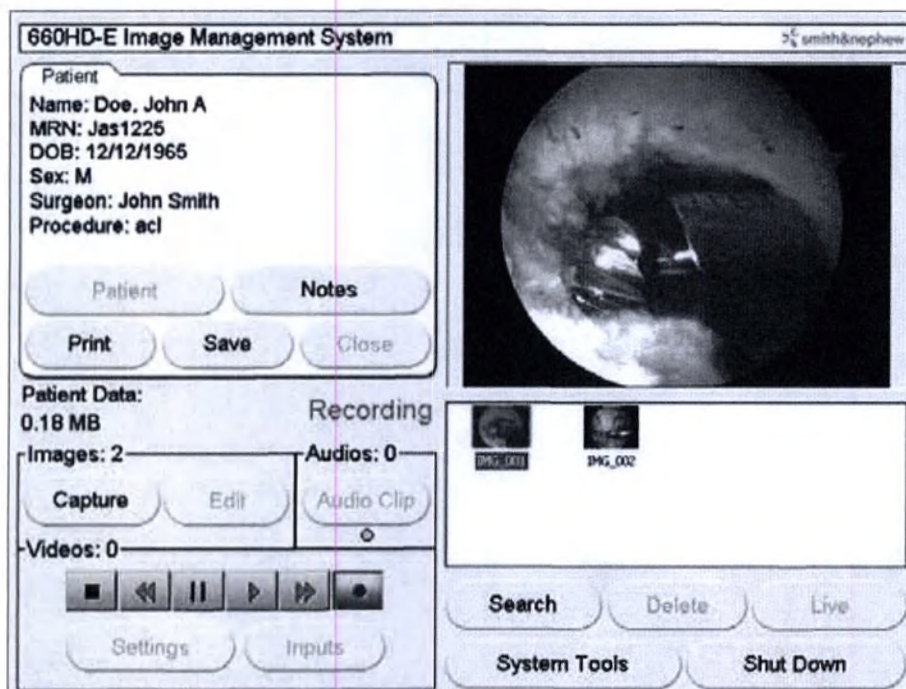

Рисунок 10. Главный экран консоли IMS 660HD-E с данными процедуры.
2. После завершения инициализации на встроенной сенсорной панели и/или на дополнительном мониторе компьютера / сенсорной панели, если они установлены и настроены в консоли, будет отображен главный экран консоли 660HD-E (рис. 10).